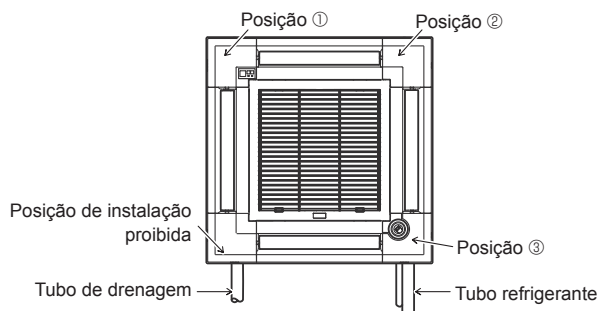

Fig. 9-11
O painel de canto do recetor de sinal não pode ser instalado no lado do tubo de drenagem da unidade principal. (Consulte a Fig. 9-11)
- O painel de canto do i-see Sensor deve ser fixo na grelha ① com o parafuso ③.
- \* Se a posição do i-see Sensor tiver sido alterada da posição predefinida (posição ③) para outra posição, altere as definições da função. (Consulte a página 146 e a Fig. 9-11)
- O painel de canto do i-see Sensor não pode ser instalado no lado do tubo de drenagem da unidade principal. (Consulte a Fig. 9-11)